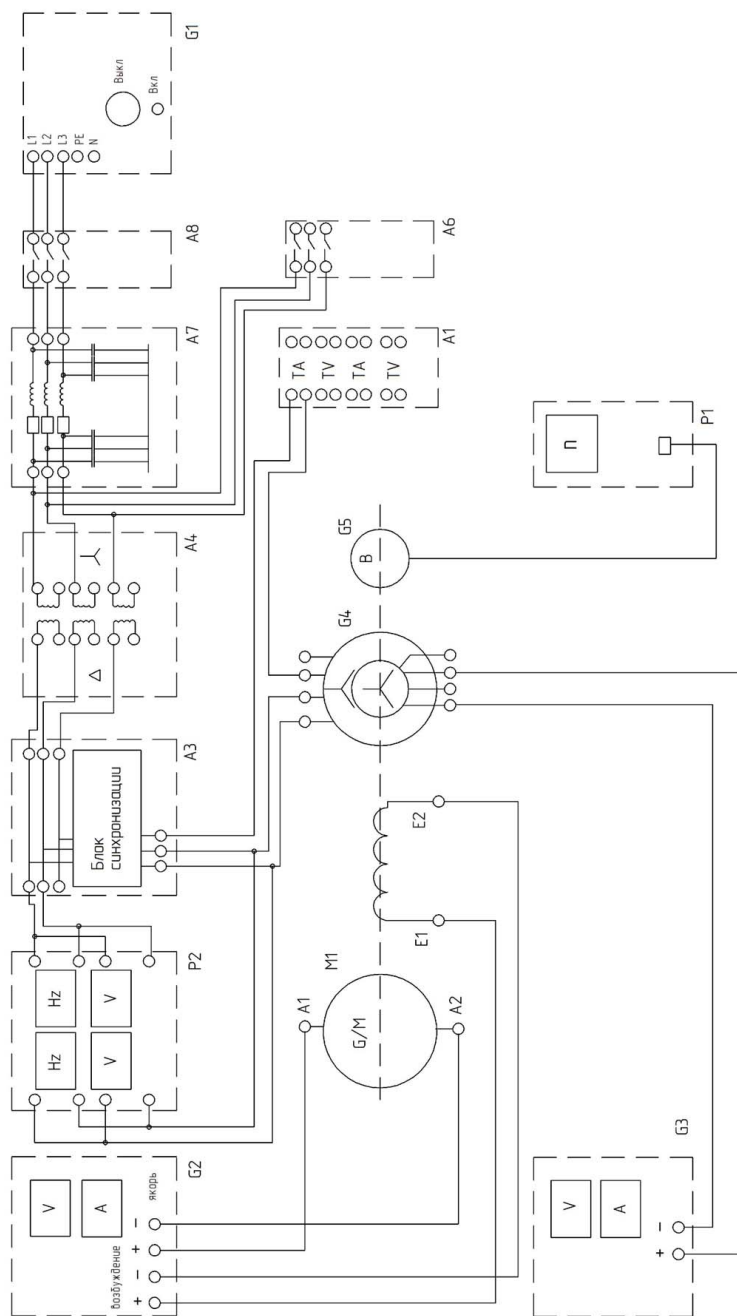

Рис. 5.1. Электрическая схема соединений (часть 1)
4. Соедините аппаратуру в соответствии с электрической схемой соединений (рис. 5.1, 5.2).